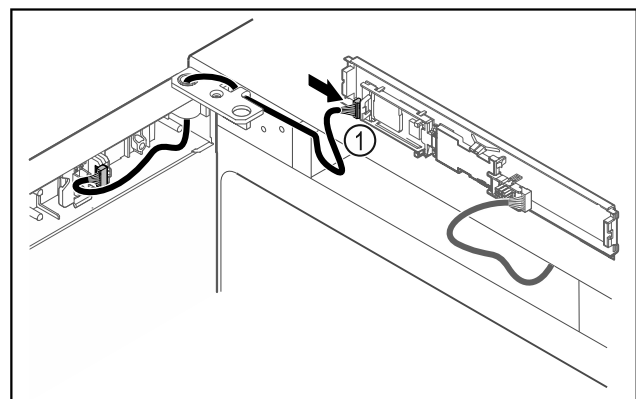

Fig. 45
- ▷ Sätt in kontakten Fig. 45 (1) på kretskortet.